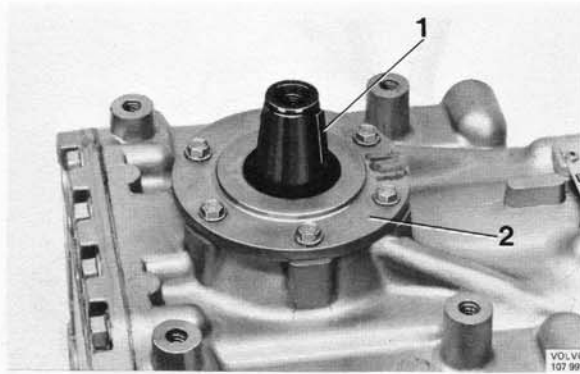

Abb. 49 Ausbau des Flanschdeckels
2. Scheibenfeder (1, Abb. 49) aus der Kurbelwellennut ziehen und den Flanschdeckel (2) von der Kompressor-Stirnwand abschrauben.